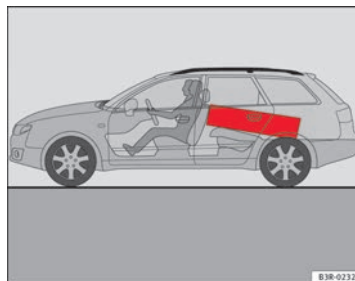

Fig. 115 Los objetos pesados deberían transportarse lo más adelante posible.
- Los objetos pesados deberían transportarse lo más adelante posible ⇒ **fig. 115**.